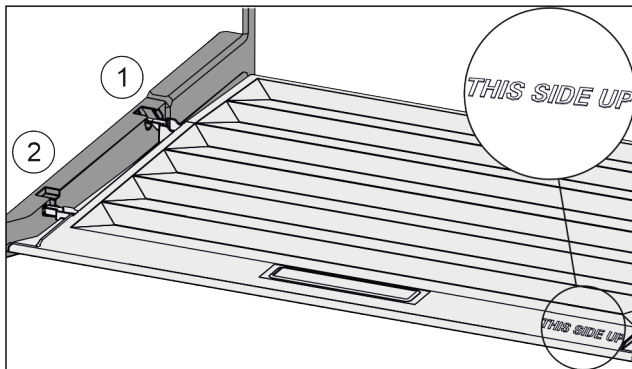

Fig. 33
- ▶ Inserire le nervature del coperchio attraverso l'apertura del supporto posteriore Fig. 33 (1) e innestare anteriormente nel supporto Fig. 33 (2).